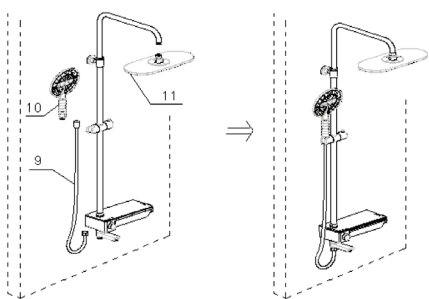

Рис.10
7. Вкрутите верхний душ (11) в душевую штангу, и вкрутите шланг из нержавеющей стали (9) в разъем выхода воды, который находится в нижней части корпуса смесителя; Прикрутите излив для воды (13) к корпусу смесителя. Прикрутите ручной душ (10) к шлангу (9), вложите ручной душ в держатель – держатель для душа. (рис.10).